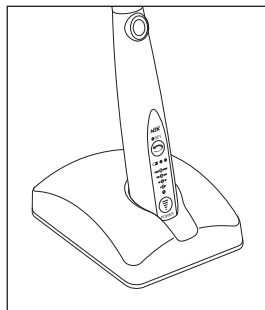

図5
- 2) モータハンドピースを充電スタンドに図5の向きで挿し込みます。